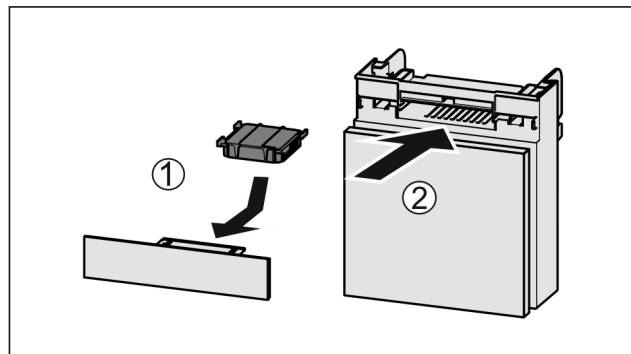

Fig. 127
- ▶ Установите фильтр с активированным углем, как показано на рисунке Fig. 127 (1).
- ▶ Вставьте отделение Fig. 127 (2).